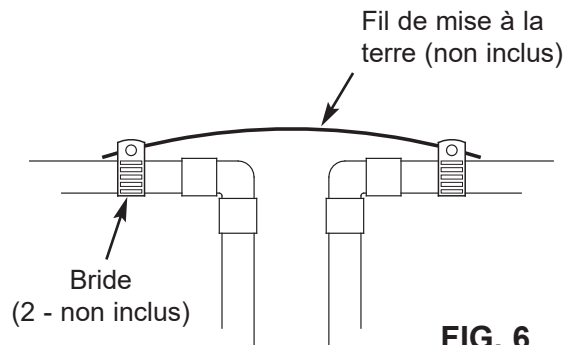

FIG. 6
- Relier les sections coupées de la conduite d'eau principale avec un fil de cuivre de calibre 4, fixé solidement à chaque extrémité – pièces non fournies (cf. Figure 6).